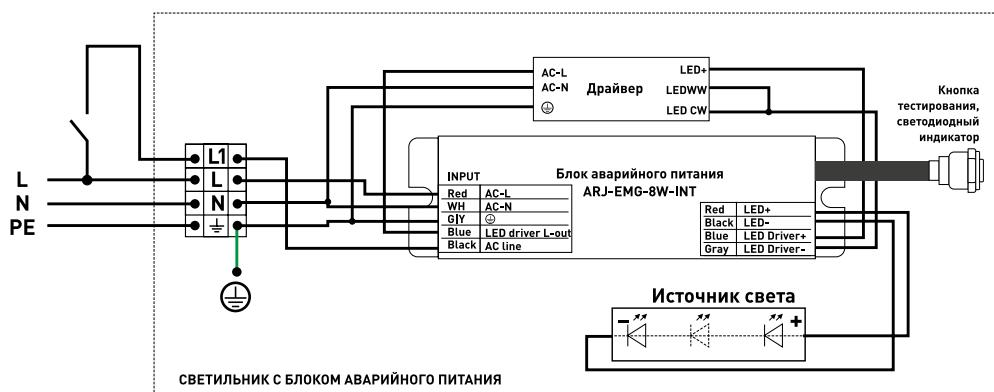

Рис. 4. Электрическая схема подключения моделей с БАП 047605
Подключите провода сетевого питания к зажимам клеммной колодки светильника [см. рис. 4]:
**⚠ При транспортировке, хранении или длительном периоде бездействия необходимо перевести светильник в режим ожидания, для этого в аварийном режиме необходимо дважды нажать на кнопку «TECT» (см. рис. 4). Светильник автоматически перейдет в дежурный режим после подключения к сети.**